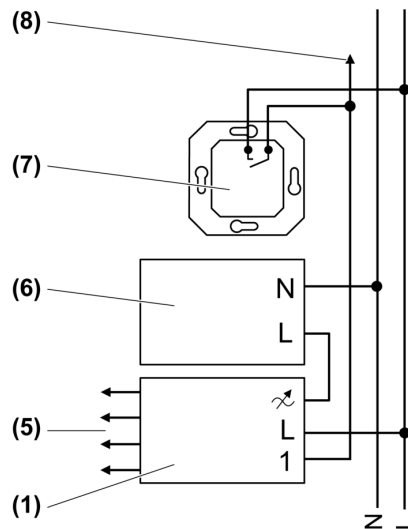

Figura 2: Schema di collegamento
- (1) Variatore di luce
- (5) Linea di comando per gli elementi di potenza
- (6) Carico
- (7) Tasto installazione, contatto NA
- (8) Collegamento di un altro tasto installazione
- Collegare il variatore di luce e il tasto installazione come da schema di collegamento (figura 2).